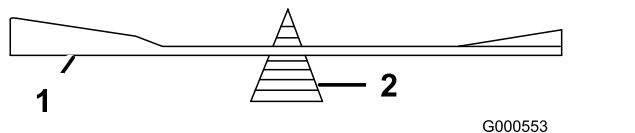

Figure 62
2. Vérifiez l'équilibre de la lame en la plaçant sur un équilibreur (Figure 62).